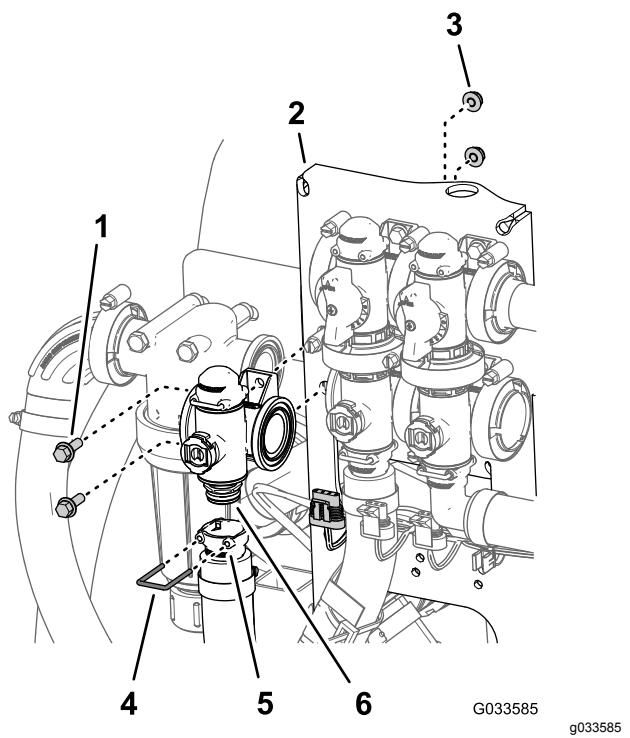

Figura 99
- Retire o retentor que fixa a união de saída ao coletor para a válvula de controlo de aplicação (Figura 99).
- Retire os dois parafusos de cabeça flangeada (1/4 pol. x 3/4 pol.) e as duas porcas flangeadas (1/4 pol.) que prendem a válvula de controlo de aplicação à montagem da válvula e retire o coletor da válvula da máquina (Figura 99).